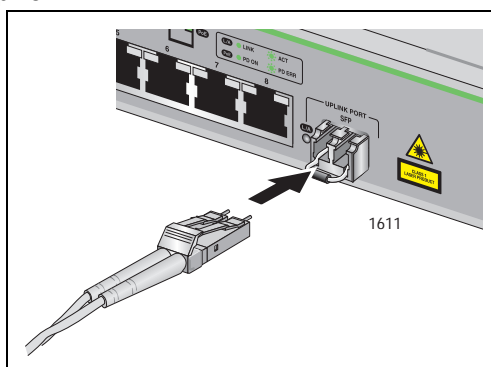

Рисунок 12. Подключение оптических кабелей к трансиверу SFP
2. Присоедините оптоволоконный кабель к трансиверу SFP, как показано на рис. 12.